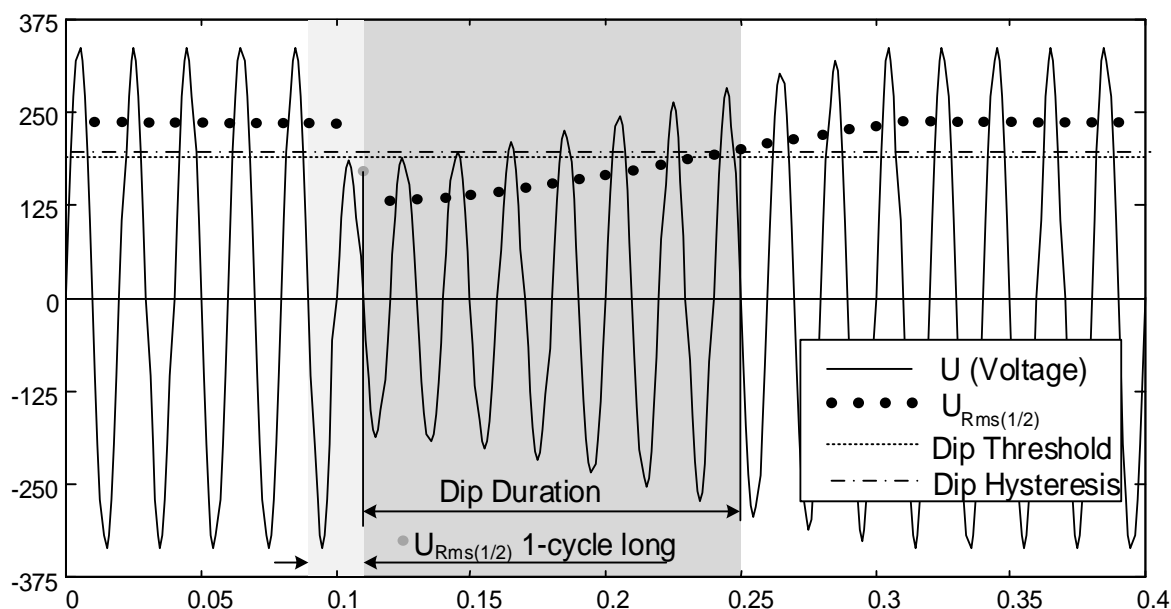
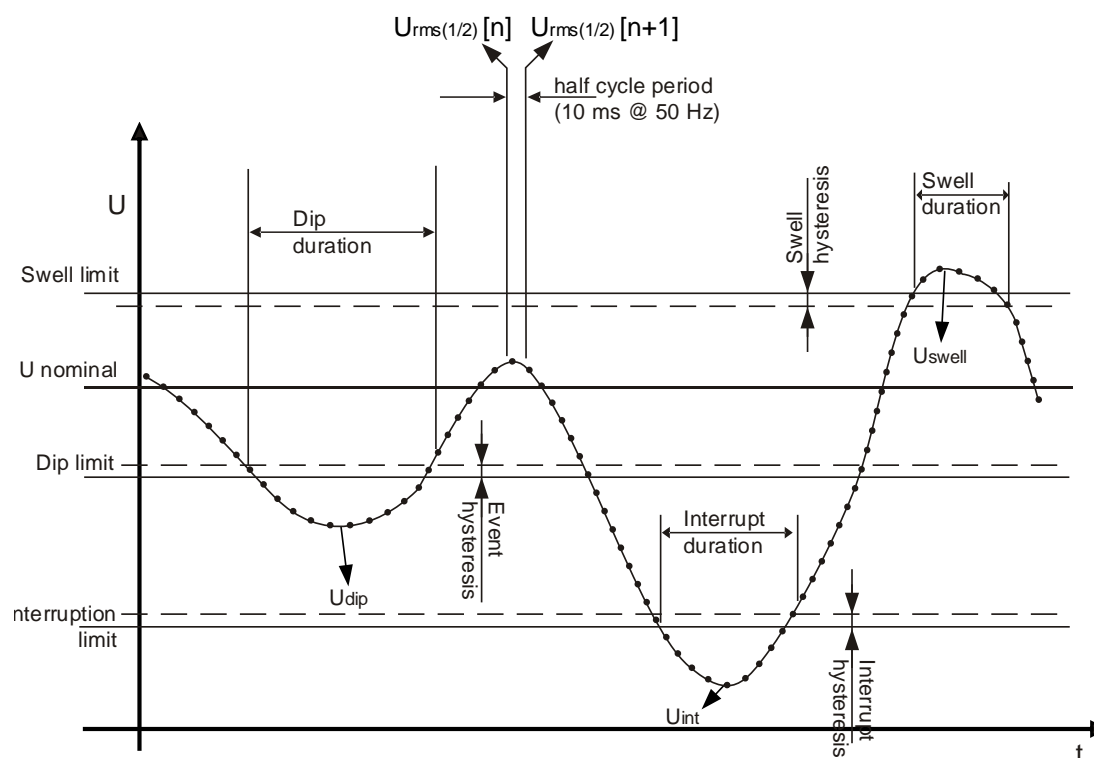

Figura 5.2: $U_{Rms(1/2)}$ di misura 1 ciclo
Figura 5.3 Definizione eventi di tensione
- Nel sistema monofase (Tipo di connessione: 1W), un buco di tensione inizia quando $U_{Rms(1/2)}$ scende al di sotto della soglia del buco, e termina quando $U_{Rms(1/2)}$ è pari o superiore alla soglia del buco più la tensione di isteresi (vedere Figura 5.3 e Figura 5.2).
- Nel sistema monofase (Tipo di connessione: 1W), un picco di tensione inizia quando la tensione $U_{Rms(1/2)}$ supera la soglia del picco, e termina quando l' $U_{Rms(1/2)}$ è pari o inferiore alla soglia picco più la tensione di isteresi (vedi Figura 5.3 e Figura 5.2),
- Nel sistema monofase (1W), l'interruzione della tensione inizia quando $U_{Rms(1/2)}$ scende sotto la soglia di interruzione di tensione e termina quando $U_{Rms(1/2)}$ è pari o superiore alla soglia di interruzione di tensione più l'isteresi (vedi *Figura 5.3 and Figura 5.2*),